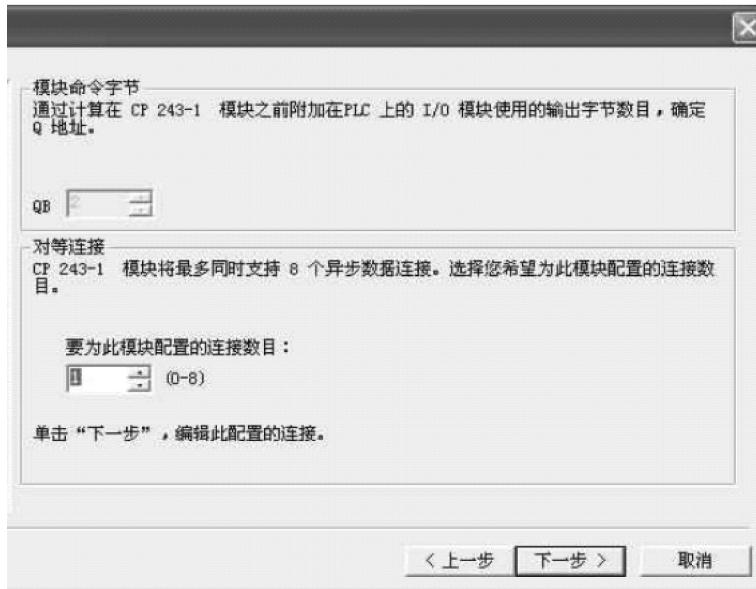

图 7-43 选择“对等连接”数
5) 在图 7-43 中，输入以太网模块的输出内存地址 (Q 地址)。智能模块的命令字节是指定给模块的 Q 字节 (输出字节)。如果在该向导中处于连接状态，使用读取模块位置，输出内存地址会自动显示。